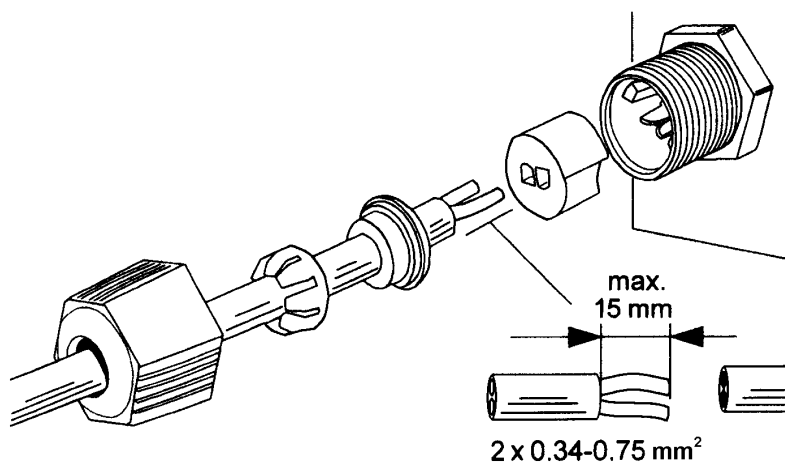

Fig. 8
- SSM: Potentialfri larmutgång, öppnande, min 10 mA, 12 V DC, max 3 A, 250 V AC. Kontakt för snabbanslutning, enligt Fig. 8.